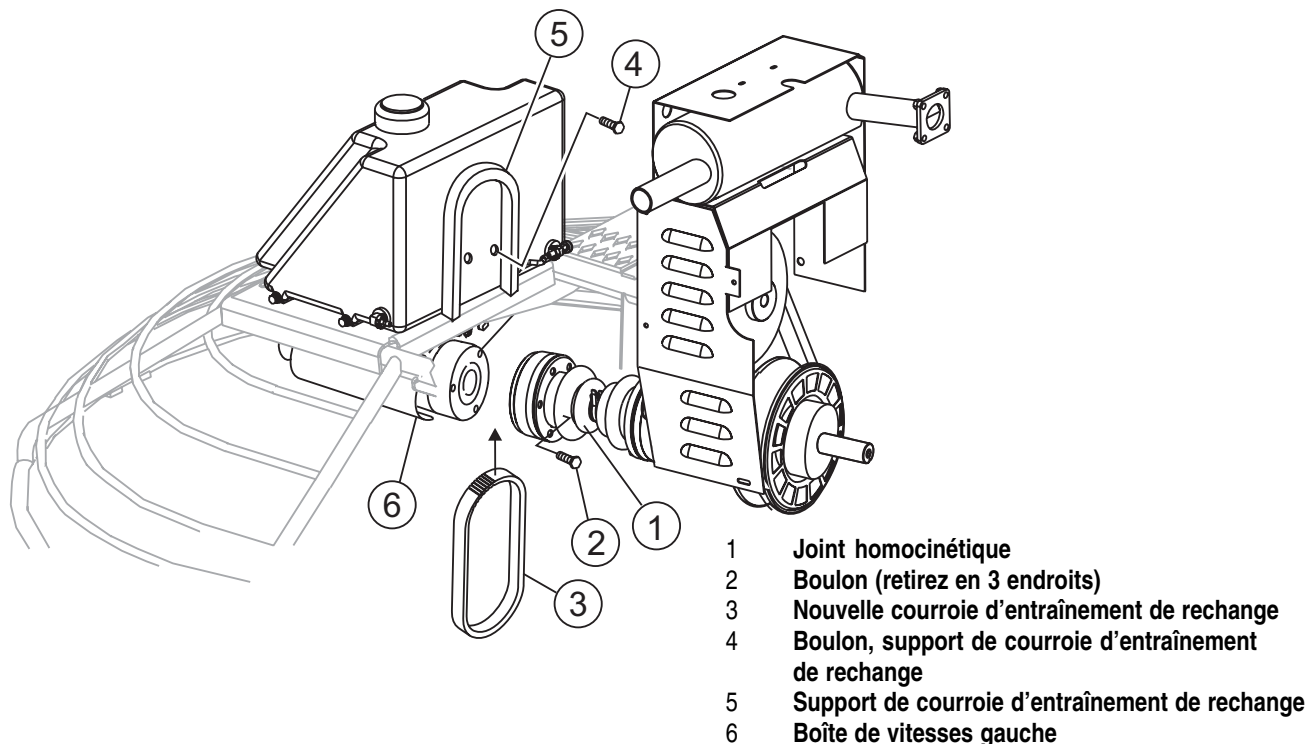

Figure 22. Remplacement de la courroie d'entraînement de rechange
Pour remplacer une courroie d'entraînement de rechange, tenez-vous prêt à déconnecter le joint homocinétique de la boîte de vitesses gauche. Voir figure 22.
3. Une fois le joint homocinétique séparé de la boîte de vitesses gauche, poussez le joint homocinétique vers l'intérieur pour créer un espace entre la boîte de vitesses et le joint homocinétique (Figure 22). Glissez la courroie en V de rechange entre l'accouplement de la boîte de vitesses et le joint homocinétique. Évitez de contaminer la courroie de rechange avec de la graisse ou de l'huile lorsque vous la glissez entre le joint homocinétique et l'accouplement de la boîte de vitesses.